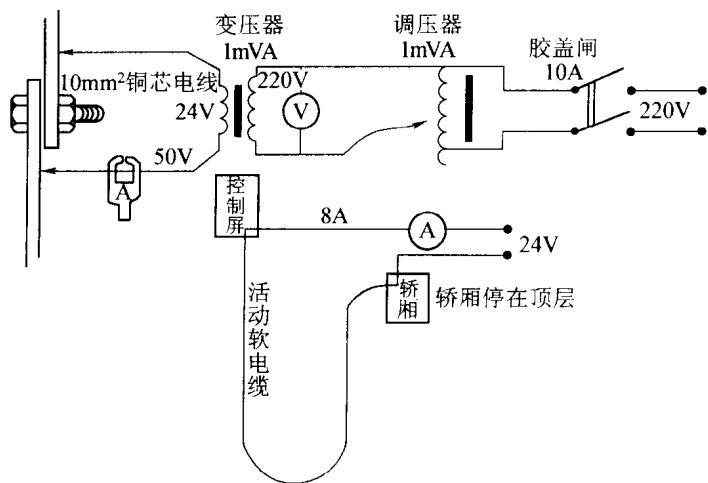

图 1-2 低电压大电流测试图
(1) 在控制柜电源进线板上通常接有电压表，观察运行中的电压，若某项电压偏低且波动较大，该项可能就有虚接部位。
(2) 用点温计测试每个连接处的温度，找出发热部位，打磨接触面，拧紧螺丝钉。
(3) 用低压大电流测试虚接部位，将总电源断开，再将进入控制柜的电源断开，按图 1-2 装一套电流发生器，用 $10mm^2$ 铜芯电线临时搭接在接触面的两端，调压器慢慢升压，短路电流达到 50A 时，记录输入电压值。按上述方法对每一个连接处都测一次，记录每个接点电压值，哪一处电压高，就是接触不良。
(4)当怀疑随行软电缆内部某根电线中间有时通时断现象时,按图 1-2 接线,短路电流升至 8A 时,调压器定位不动,连续折合 15 次,每次接通时间 2~3min,如果发现电流表不启动,说明折断位置已被测试电源烧断,若电流值不变,证明此线没有折断。